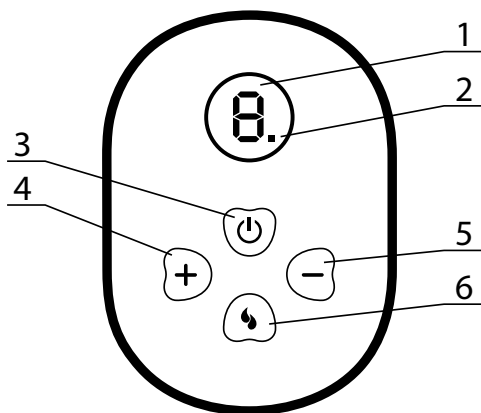

рис. 2
3.2. Основные элементы управления и индикации блока управления указаны на рис. 2
6.5. Нажмите кнопку включения молокоотсоса (2, рис.2) для начала сцеживания.
6.6.2.2. В молокоотсосе предусмотрено 9 уровней интенсивности сцеживания. Каждое нажатие кнопок + (3, рис.2) или — (4, рис.2) будет увеличивать или уменьшать интенсивность сцеживания на один уровень.